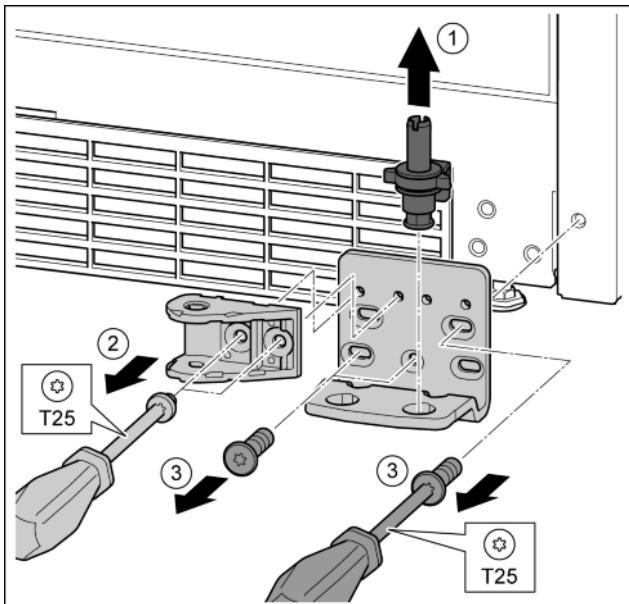

Fig. 28
- ▶ Опорный палец полностью извлечь движением вверх. Fig. 28 (1)
- ▶ Открутить винты отверткой T25 и снять опорный кронштейн. Fig. 28 (2)
- ▶ Открутить винты отверткой T25 и снять опорный кронштейн. Fig. 28 (3)